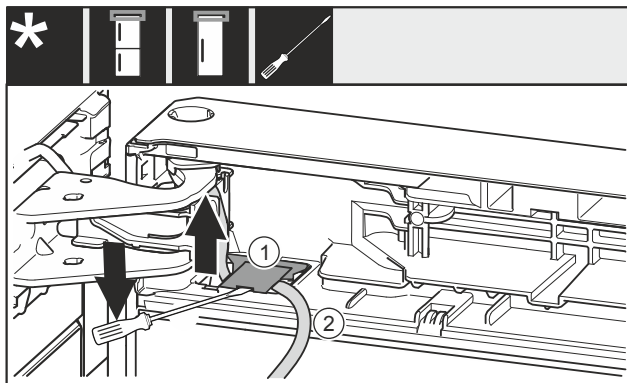

Fig. 26
- ▶ Plochým šroubovákem nadzvedněte kryt Fig. 26 (1) a zvedněte jej.
- ▶ Vytáhněte kabel Fig. 26 (2).